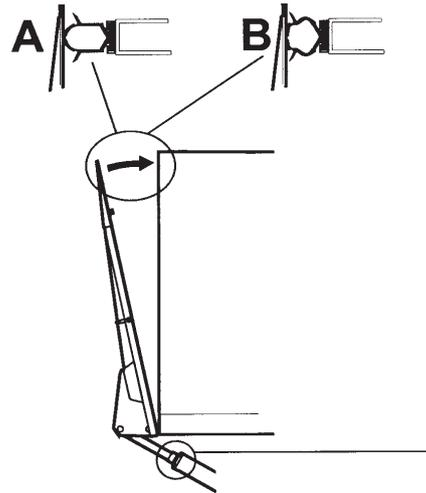
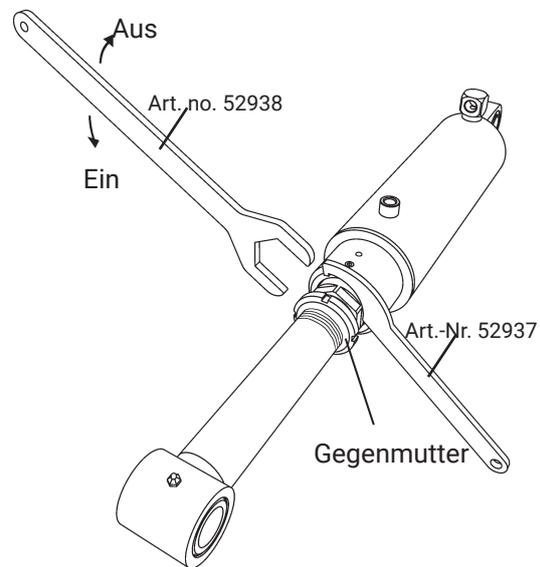

Abbildung 34. Einstellen der Anliegefläche am Aufbau
Abbildung 35. Einstellung des Neigungswinkels
6. Das Einstellgewinde (Schlüsselbreite 41mm), gemäß Abbildung 35 drehen (Zepro-Werkzeug 52938), sodass die Ladebordwand genau am Aufbau anliegt, siehe Abbildung 34 A.
8. Die Gegenmutter lösen, siehe Abbildung 35.
9. Das Einstellgewinde drehen, siehe Abbildung 35, sodass der Kippzylinder in die Befestigung an der Ladebordwand eingepasst wird, siehe Abbildung 34 A.
10. Danach beide Zylinder abwechselnd einstellen, sodass sie am Aufbau anliegen, siehe Abbildung 34 B.